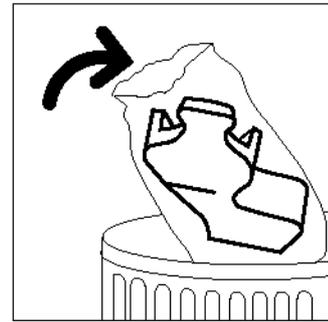

Figure 25 : Déballeage du nouveau flacon de récupération de développeur
- 8** Déballez le nouveau flacon de récupération de développeur (figure 25).